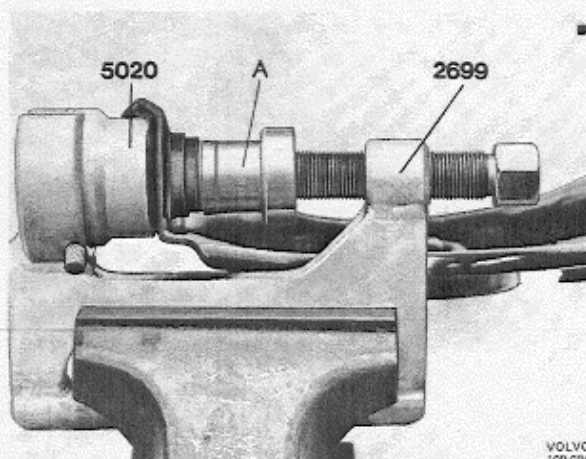

Abb. 42 Auspressen der unteren Querlenkerbuchse
1. Preßwerkzeug 2699 in einen Schraubstock spannen. Scheibenbeilage entfernen; bei spät. Ausf. auch Gummi- und Abstandring. Querlenkerbuchsen mit Dorn (A, Abb. 42) und Gegenhalter 5020 herauspressen. Die Buchsen werden selbstverständlich mit der Bundseite voran herausgepreßt, d.h. von innen nach außen.